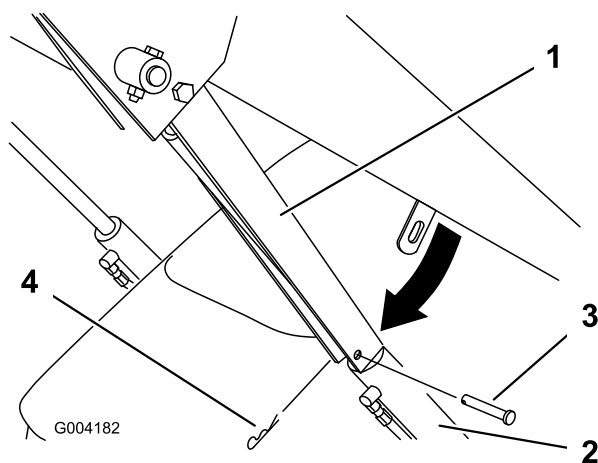

Figure 18
4. Enlevez la goupille fendue et l'axe de chape qui fixent le verrou de vérin au bras de chargeuse (Figure 18).
5. Abaissez le dispositif de verrouillage sur la tige du vérin et fixez-le en position à l'aide de l'axe de chape et de la goupille fendue (Figure 18).